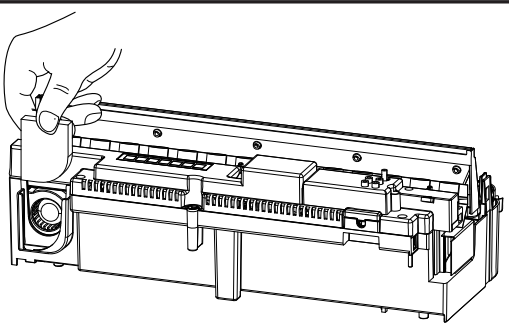

Fig.14
9. Капните немного жидкости для мытья посуды в поддон и прилагаемой щеткой аккуратно очистите все поверхности, а также преобразователь, включая металлические диски, расположенные на верхней поверхности с канавкой. (Рис. 14)